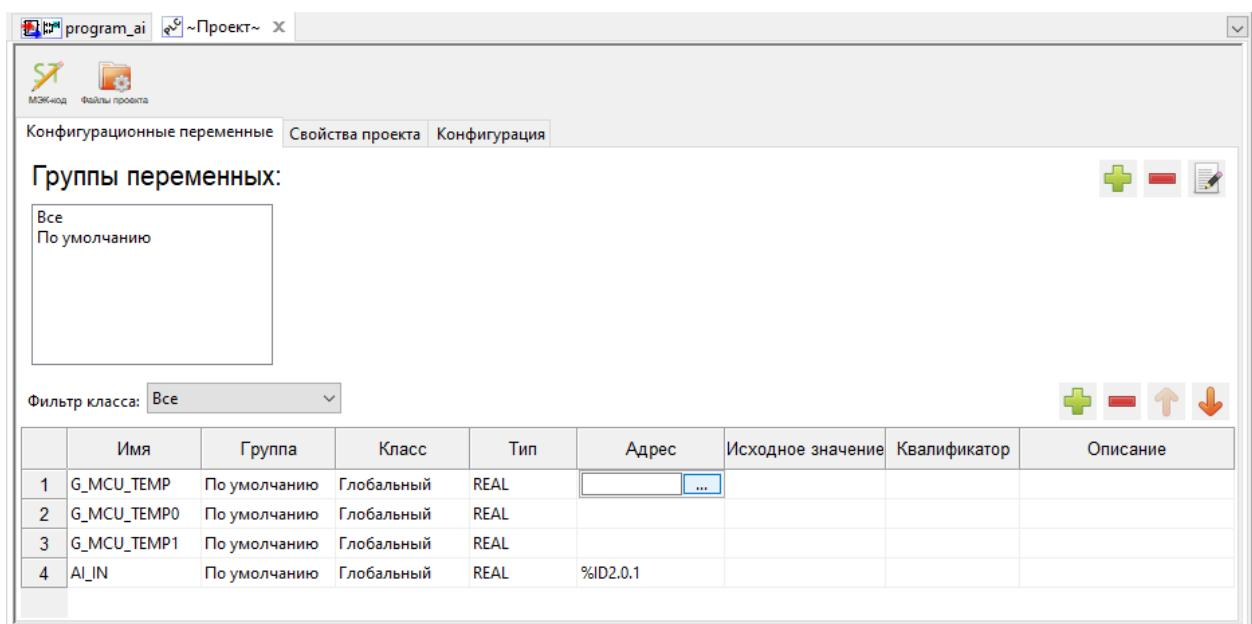

Рисунок 6.1 – Поле «Адрес» панели переменных и констант
- выполняется двойной щелчок мышью по полю «Адрес» данной переменной для того, чтобы появилась кнопка «...» (рисунок 6.1);